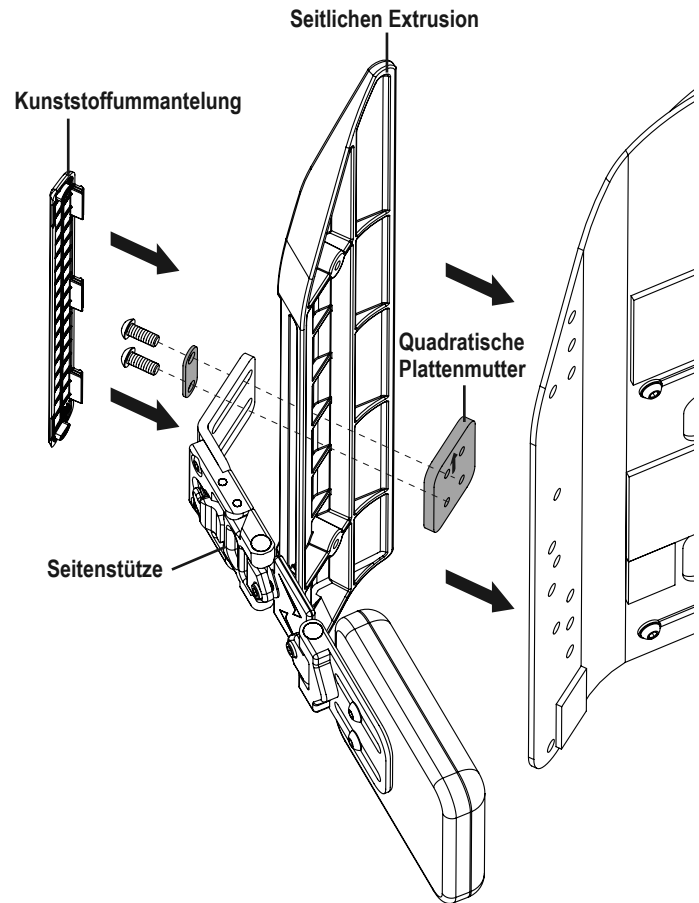

Abbildung 25. Seitenteile
3. Installieren Sie die seitliche Stütze in der seitlichen Extrusion. **Siehe Abbildung 25.**
4. Setzen Sie den Abstandhalter und die zwei (2) Schrauben durch die seitliche Halterung und die Vierkant-Deckenmutter. Nicht ganz festziehen.
1. Lösen Sie die zwei (2) Bolzen im seitlichen Profil.
2. Schieben Sie die Seitenstütze in die gewünschte Position (hinsichtlich der Höhe und der Breite verstellbar). **Siehe Abbildung 25.**